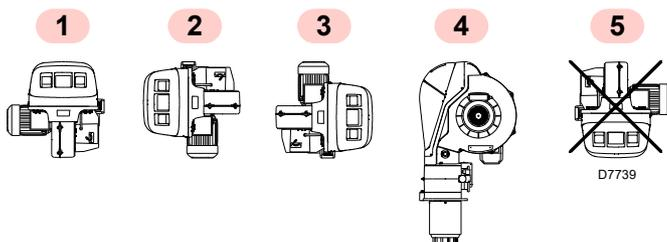

Abb. 9
- Der Brenner kann ausschließlich in den Stellungen 1, 2, 3 und 4 (Abb. 9) betrieben werden.